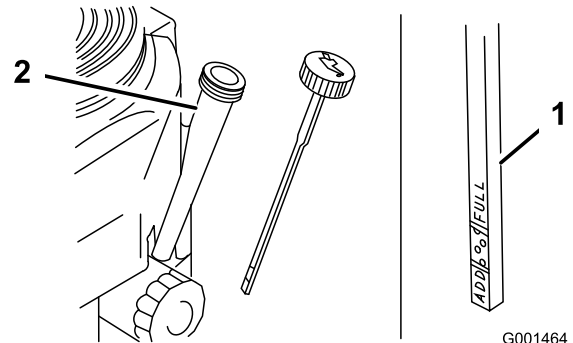

Figure 29
4. Nettoyez la surface autour de la jauge d'huile (Figure 29) pour éviter que des impuretés ne s'introduisent dans le goulot de remplissage, ce qui risquerait d'endommager le moteur.
5. Retirez la jauge d'huile et essuyez soigneusement son extrémité (Figure 29).
6. Remettez la jauge au fond du tube de remplissage, mais sans la visser (Figure 29).
9. Versez avec précaution environ 80% de la quantité d'huile spécifiée dans le goulot de remplissage (Figure 29)